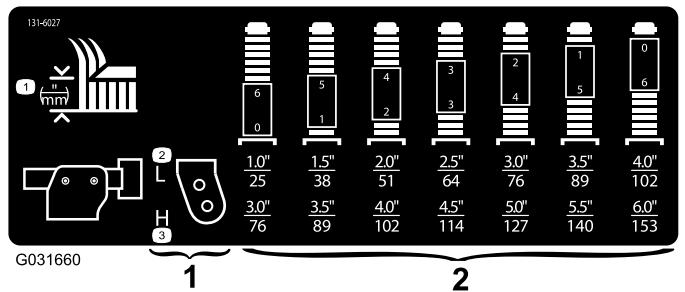

Bild 16
3. Stecken Sie die Laufradachsen in allen Laufradgabeln in die gleichen Löcher. Die richtigen Löcher für die jeweilige Einstellung finden Sie in der Tabelle (Bild 16).
Hinweis: Sie finden die richtige Kombination der Distanzstücke für die jeweilige Einstellung in der Tabelle: (Bild 16)